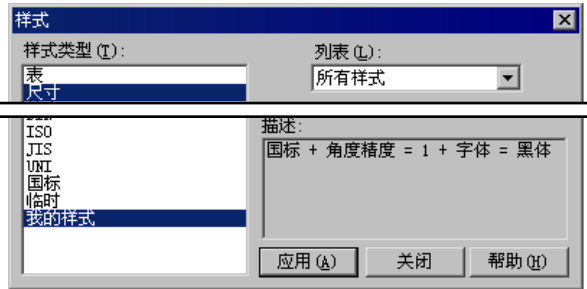

图 8.3.18 新建样式
Step6. “新建尺寸样式”对话框中其他选项卡采用默认参数，然后单击 **确定** 按钮完成操作，结果如图 8.3.18 所示。